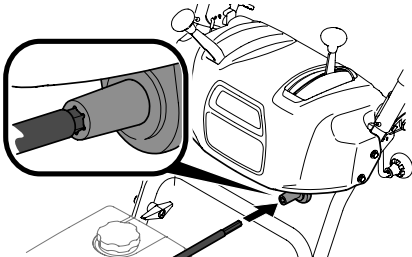

Figure 24
- Pour les modèles avec une commande supérieure de goulotte : Insérez l'extrémité hexagonale de l'arbre flexible dans le raccord de la tige de commande sous le tableau de commande. Voir (Figure 24).